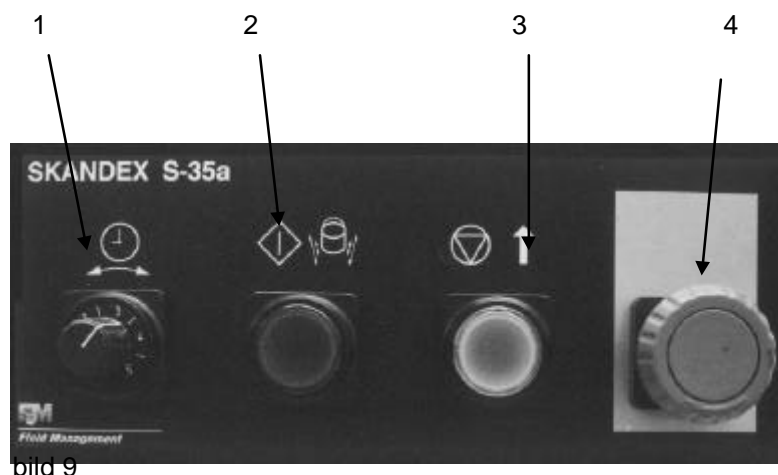

bild 9
- SO-40a : Att NÖDSTOPP-knappen är intryckt (se bild 9/1) och att ON/OFF – strömbrytaren, som finns på maskinens baksida, är i läge <O>
5.4.3 Typ: SO-40a (bild 9)
3. Släpp upp NÖDSTOPP–knappen (bild 9/4)
7. Ställ timern (bild 9/1), eller en av startknapparna (bild 10/1, 2 och 3), på önskad skaktid
8. Tryck startknappen (bild 9/2); fastspänningsplattan sänks automatiskt och skakningscykeln startar. När skakningen är färdig höjs fastspänningsplattan automatiskt till sitt övre utgångsläge. Har maskinen s.k. timer–knappar är de också startknappar (bild 10/1, 2 och 3).
10. Kommer inte burken in mellan skakbordet och fastspänningsplattan kan plattan hissas med hjälp av ↑–knappen (bild 9/3).
En pågående skakningscykel kan avbrytas genom att man trycker ↑–knappen (bild 9/3). Skakningen avstannar och fastspänningsplattan höjs automatiskt.
Vid fara kan också skakningscykeln avbrytas genom att trycka NÖDSTOPP–knappen (bild 9/4)